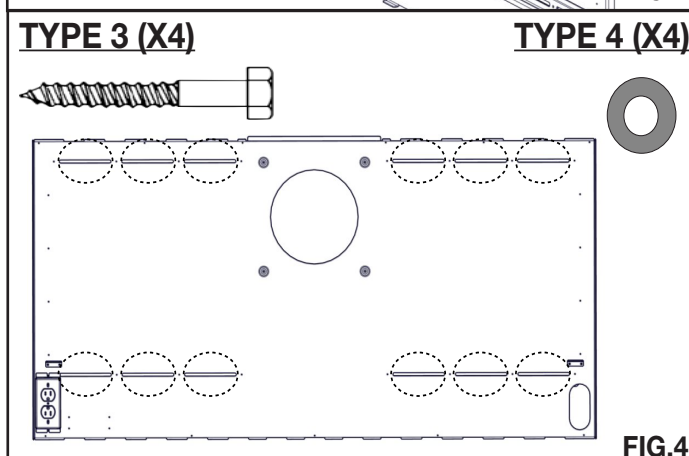

FIG.4
- H. Regarder à travers des trous oblongs sur la plaque de montage pour l'emplacement des cales pré-marqués et sécurisé la plaque de montage en utilisant un minimum de quatre vis (minimum un vis par angle doit être monté sur un colombage mural). **(FIG. 4)**